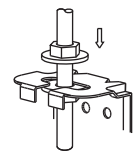

Fig. 5-7
- Coloque el acondicionador firmemente apretando las tuercas después de ajustar correctamente la posición del cuerpo (véase la fig. 5-7).